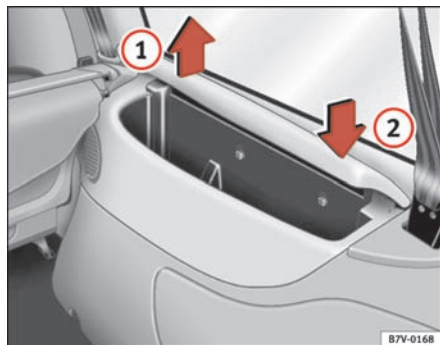

Fig. 103 Opbevaringsrum i bagagerummet
Træk afdækningen i pilens retning ① ⇒ fig. 103, for at **åbne**.
Tryk afdækningen i pilens retning ② ⇒ fig. 103, for at **lukke**. ■